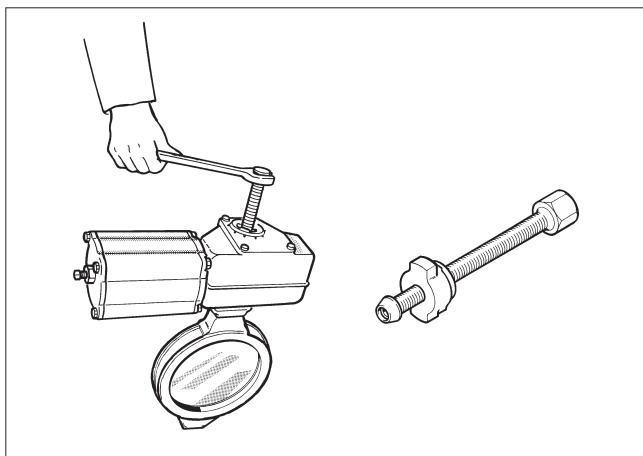

Abb. 19 Lösen des Antriebs B1 anhand eines Schlüssels.
- Lösen Sie den Antrieb unter Verwendung einer geeigneten Zange. Das richtige Werkzeug kann beim Hersteller angefordert werden (siehe Abb. 19).